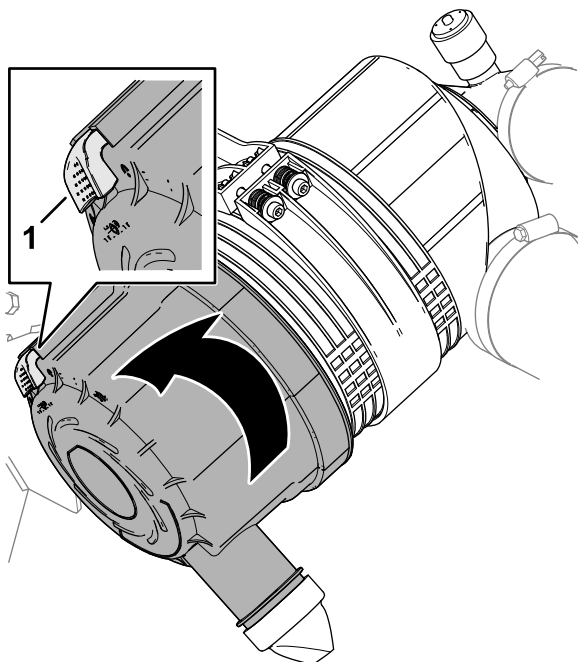

Figura 119
4. Tire hacia fuera del enganche y gire la tapa del limpiador de aire en sentido antihorario (Figura 119).